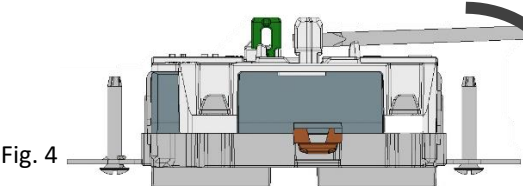

Fig. 4
- Para levantar un émbolo de la posición inferior a la superior, inserte un destornillador en la ranura del émbolo. Usando un destornillador de 1/8" - 3/16" y el punto de palanca provisto, levante el émbolo hasta que esté en la posición hacia arriba – Consulte Fig 4. NO UTILICE PINZAS PARA TIRAR DE LOS ÉMBOLOS.